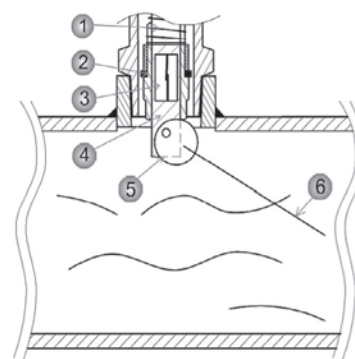

Рисунок 1.2. Герконовое реле замкнуто
При появлении потока лопасть (6) отклоняется, эксцентрик (5) начинает толкать магнит, закрепленный на фторопластовом цилиндре (2), вверх по центральному стержню (4) до высоты, на которой контакты герконового реле замкнутся (рис. 1.2) под действием магнитного поля.